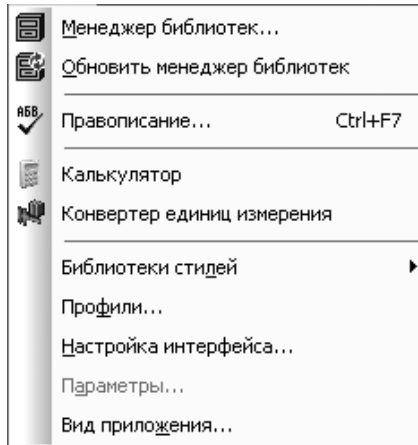

Рис. 5.112. Всплывающее меню пункта **Список** выпадающего меню
- **Список** вызывает всплывающее меню, представленное на рис. 5.112.